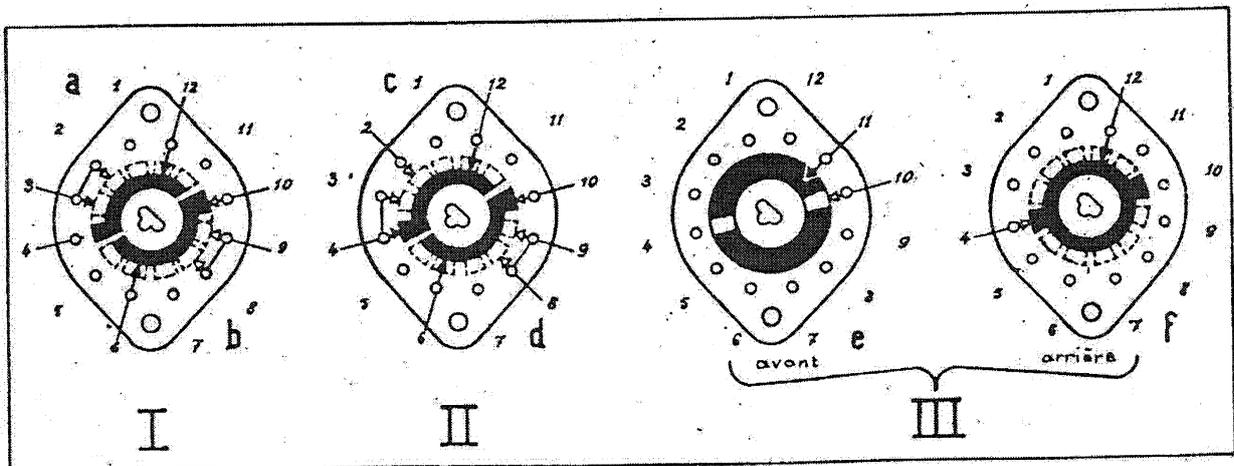

Fig. 8 - Contacteur S 303.
- Fig. 8 Contacteur S 303
Fig. 8 bis et 9
Fig. 8 bis. - Diagramme de fonctionnement des relais de manipulation.